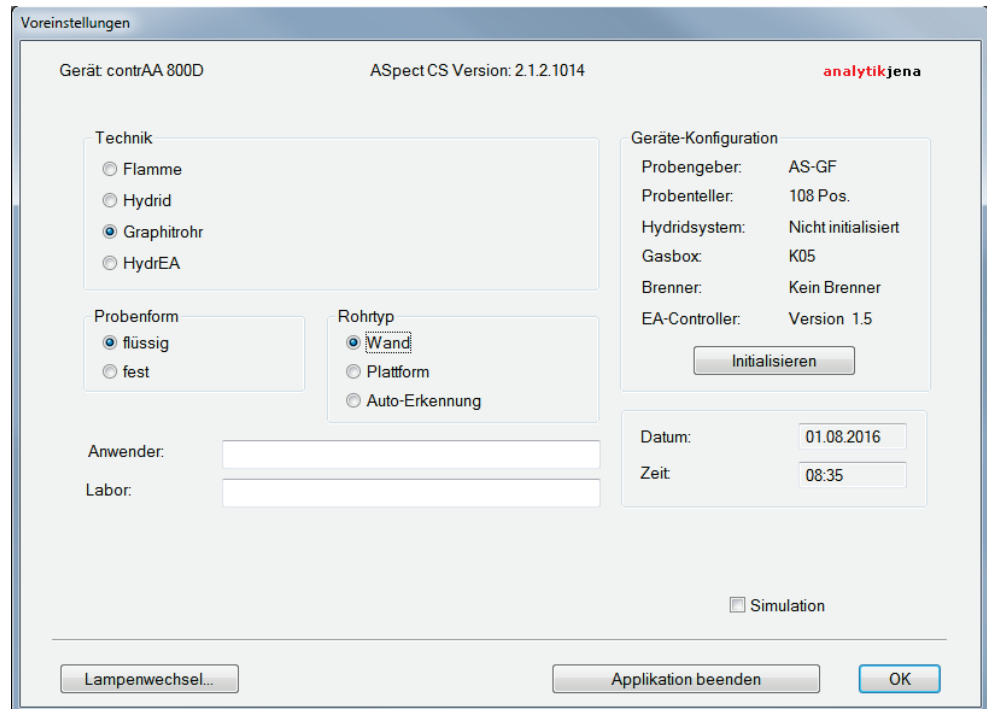

Abb. 35 Fenster VOREINSTELLUNGEN von ASpect CS
1. Graphitrohrföfen öffnen mit Schaltfläche [OFEN ÖFFNEN] im Fenster OFEN / KONTROLLE (Abb. 35 S.58).